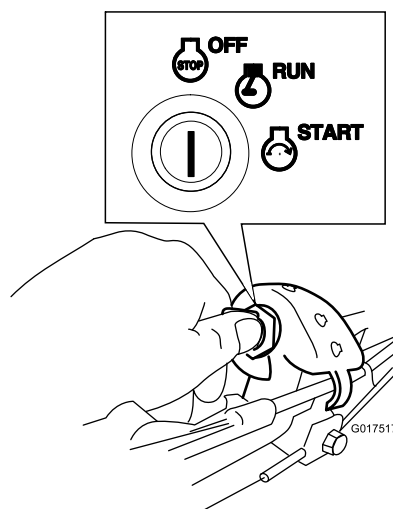

Figura 20
1. Girate la chiave in posizione Off (Figura 20).